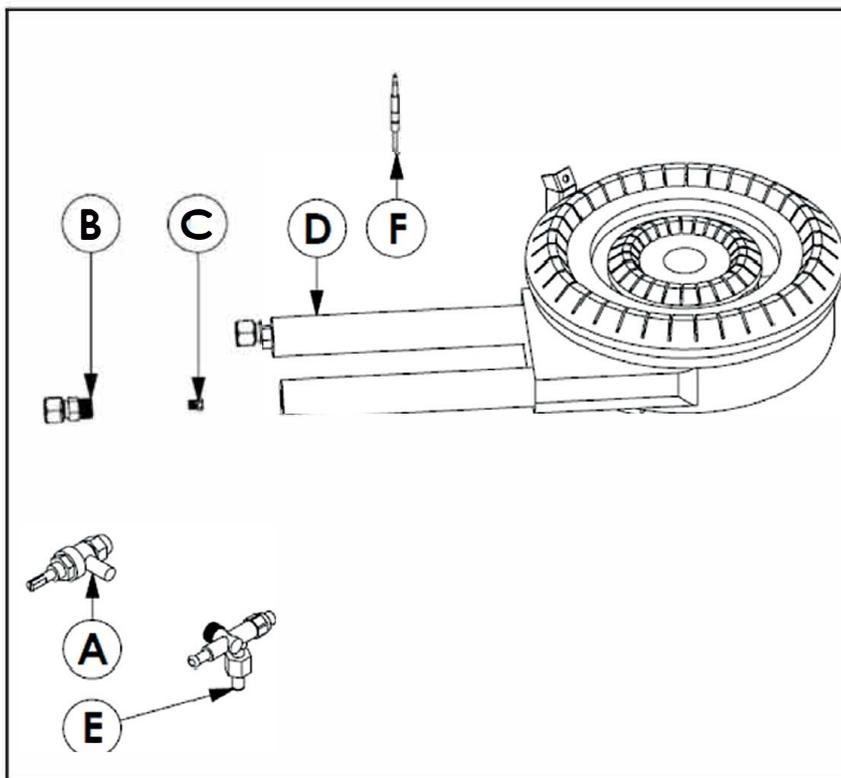

Abbildung 1
1. Wechseln Sie die "B" Injektoren unter Berücksichtigung des Ventils in der obigen Tabelle. Dazu zunächst alle "F"-Schrauben herausdrehen. Dann die Muttern "C" abschrauben. Injektor-Befestigungsplatte "D" nach hinten ziehen. Demontieren Sie die Ventile "E" und entfernen Sie den Injektor. (Abbildung 1)